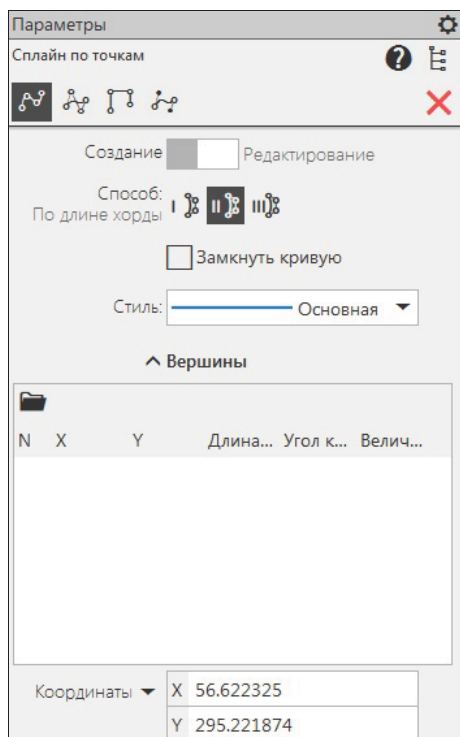

Рис. 6.20. Панель
- ◆ на панели **Параметры: Сплайн по точкам** (рис. 6.20) в группе **Способ** выберите один из способов: